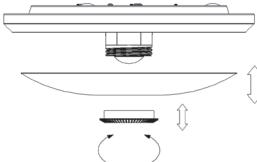

FIG.1
- Afloje el tornillo de plástico y retire la pantalla de cristal (ver FIG.1).
- Unscrew the plastic screw nut and remove the glass lampshade.(refer to FIG.1)